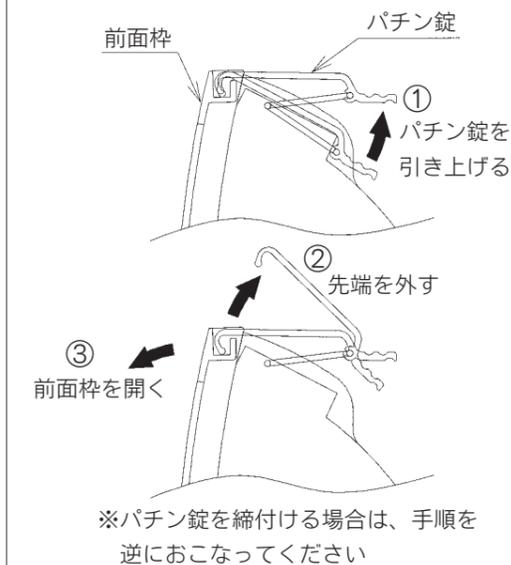

図6
3. 前面枠を完全に閉めた後、パチン錠でしっかり確実に締付けてください。その際、前面パッキンが正しい位置にあることを確認後、作業をおこなってください。浸水による絶縁不良の原因になることがあります。また、前面枠と本体がかん合っていないか、前面枠を完全に閉めずに無理にパチン錠を締付けると、パチン錠が破損しますのでおこなわないでください(図6)。